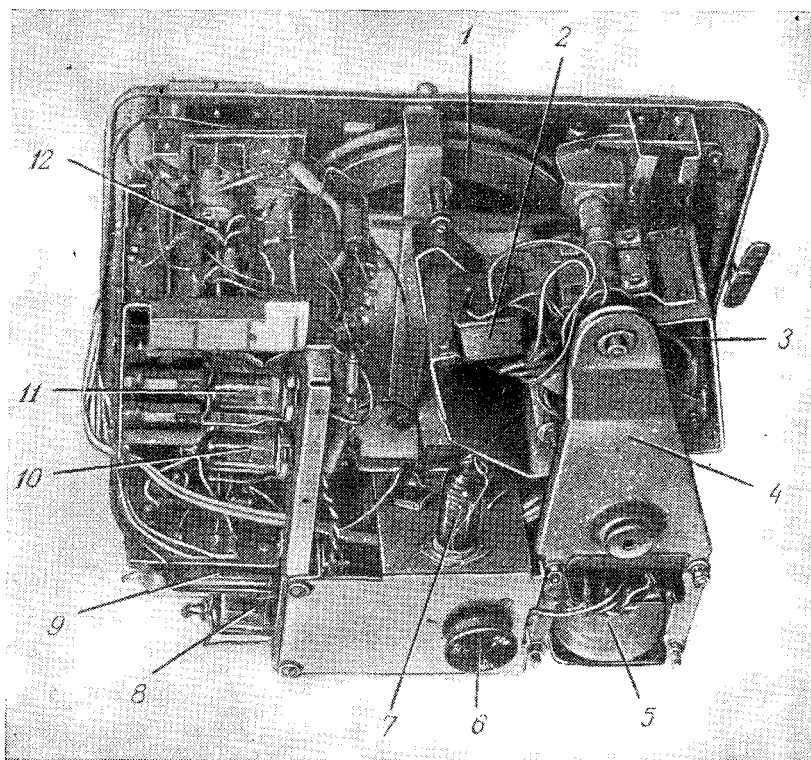
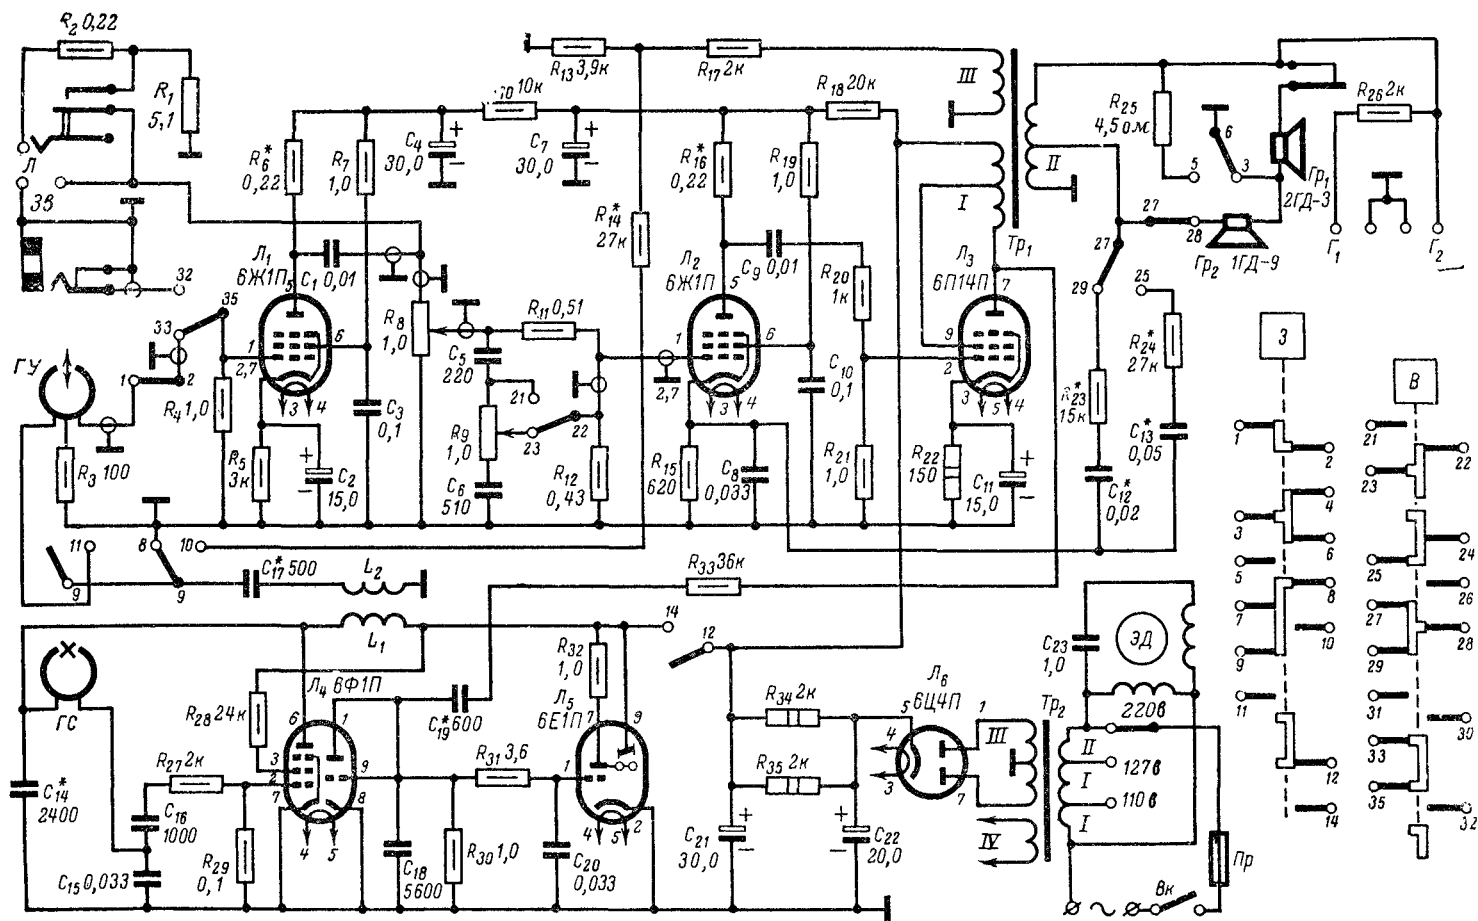

Рис. 101. Расположение узлов и деталей магнитофона.
Рис. 102. Принципиальная электрическая схема магнитофона «Астра».
**Усилитель, генератор и выпрямитель.** Электрический монтаж магнитофона показан на рис. 101, а его принципиальная электрическая схема приведена на рис. 102.